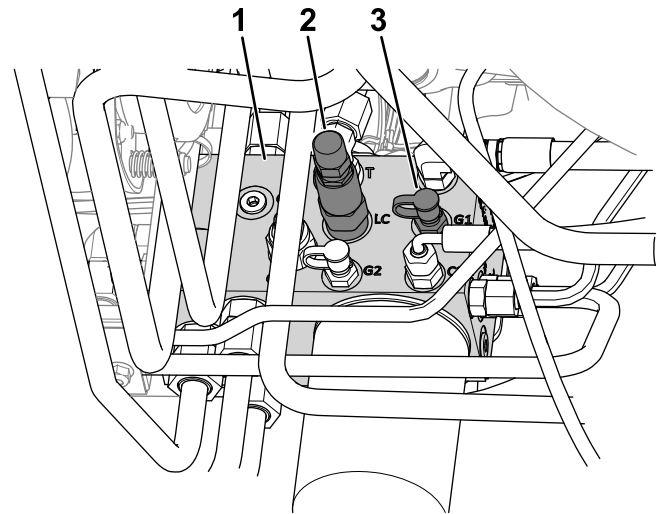

Figura 24
- Conecte un manómetro al punto de prueba (marcado G1; consulte Figura 24).
- En el lateral del distribuidor de elevación, retire el tapón del punto de prueba (marcado G1; consulte Figura 24).
- Afloje la contratuerca del extremo de la válvula de transferencia de peso (marcado LC; consulte Figura 24).